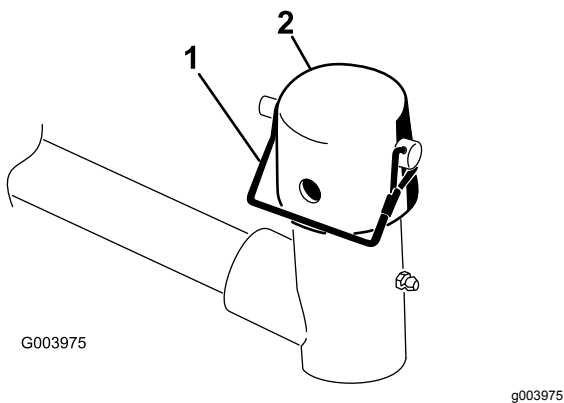

Figure 10
7. Retirez la goupille à anneau de la chape du pivot de l'arbre de levage. Déposez alors le capuchon (Figure 10).
11. Fixez le capuchon et l'arbre du bâti porteur à la chape du bras de levage avec la goupille à fermoir (Figure 10).